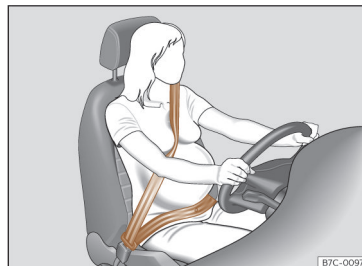

Fig. 22 Colocación de la banda del cinturón en el caso de mujeres embarazadas.
En el caso de **mujeres embarazadas**, el cinturón de seguridad debe pasar de forma uniforme sobre el pecho y lo más bajo posible por la zona pélvica con la banda plana para que no se presione el vientre; además, debe utilizarse durante todo el embarazo >>> **fig. 22.**
- En el caso de mujeres embarazadas, la banda abdominal del cinturón de seguridad debe pasar lo más bajo posible por delante de la zona pélvica, apoyado en plano y “rodeando” el vientre >>> **fig. 22.**